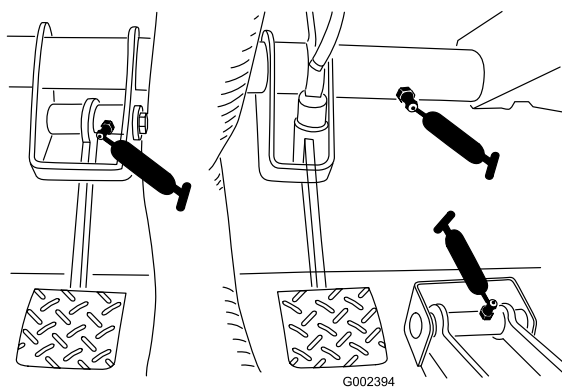

Figura 43
- Frizione (1), acceleratore (1), freno (q.tà 1) (Figura 43)